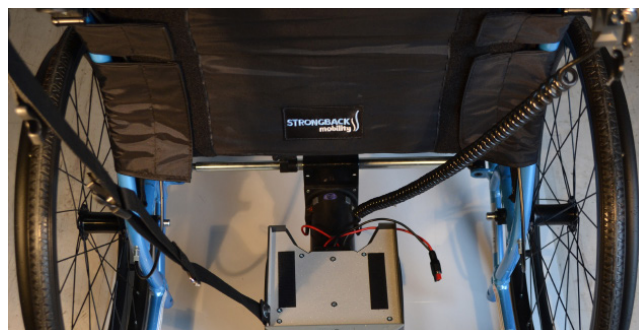

Fig. 3 Fastgørelse af tværstang
8. Sørg for, at kørestolens bremses er slået til, og monter Powerpack komplet med tværstang på kørestolen ved at holde den på plads og placere den højre ende af tværstangen over monteringsbeslaget (fig. 3). Lad fjederen strække det venstre rør over det andet monteringsbeslag, og spænd håndhjulet let (fig. 2E). For at undgå at beskadige tværstangen må du ikke stramme for meget. Tværstangen skal altid være trukket helt ud mod monteringsbeslagene for at sikre en sikker fastgørelse til kørestolens ramme. Kørestolen skal altid være helt foldet ud, før Powerpack monteres, og når en har sat sig i stolen, skal man sikre sig, at den ikke er udvidet yderligere, og at tværstangen forbliver helt udstrakt mod monteringsbeslagene.